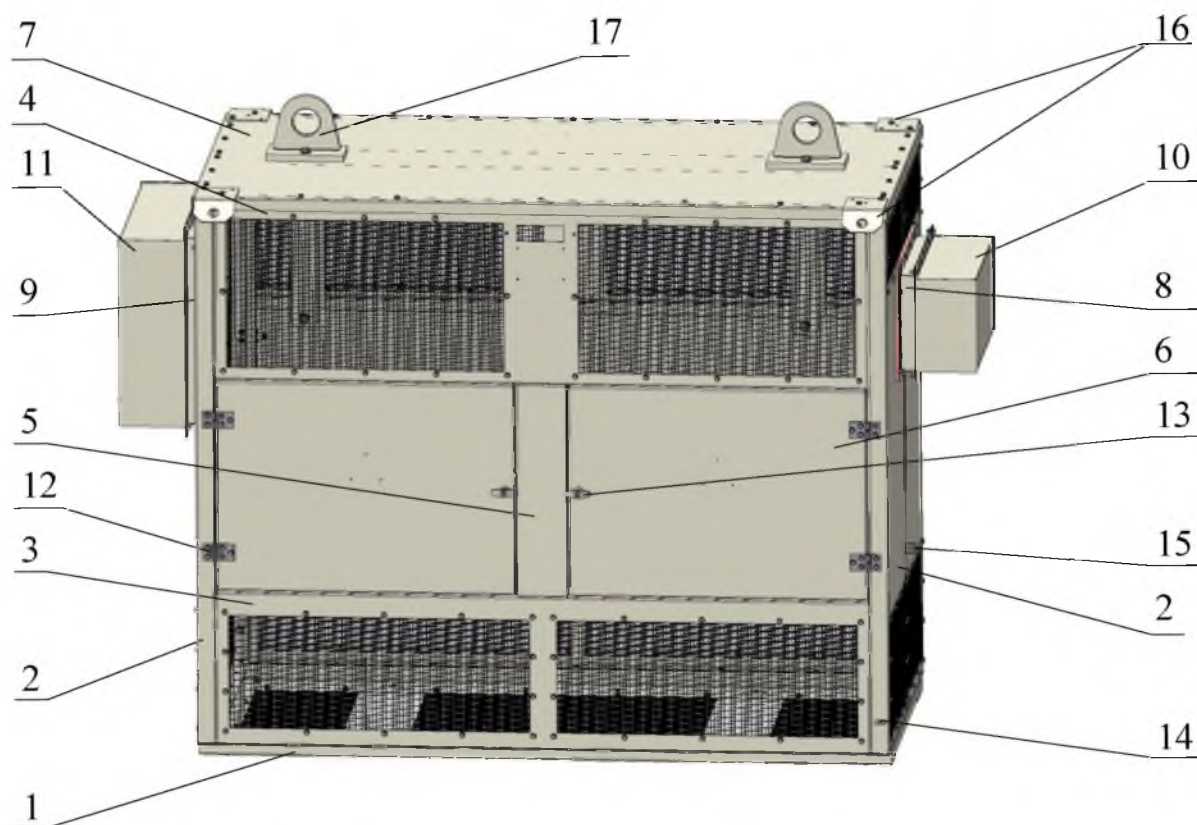

Рисунок 2 – Трансформатор типа ТСЛЗ 250-2500 кВА
2.1.4 Защитный кожух трансформатора типа ТСЛЗ представляет собой металлическую сборную конструкцию прямоугольной формы (см. рис. 2, 3).
Исполнения кожуха левое и правое имеют следующие отличия (рис. 2):